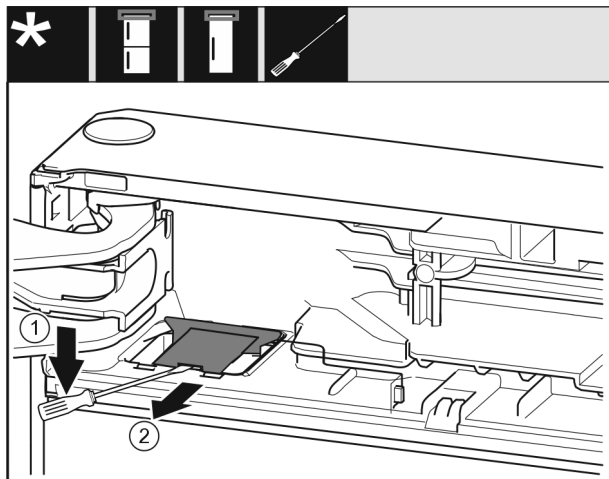

Fig. 11
- Cu o șurubelniță plată deblocați capacul Fig. 11 (1).
- Îndepărtați capacul Fig. 11 (2).